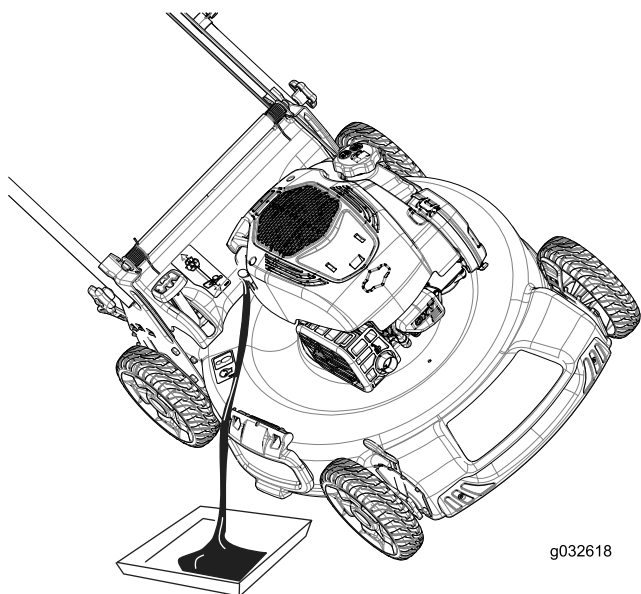

Figura 23
4. Înclinai maina pe o parte (astfel încât filtrul de aer să fie orientat în sus) pentru a scurge uleiul uzat din tubul de umplere cu ulei (Figura 23).